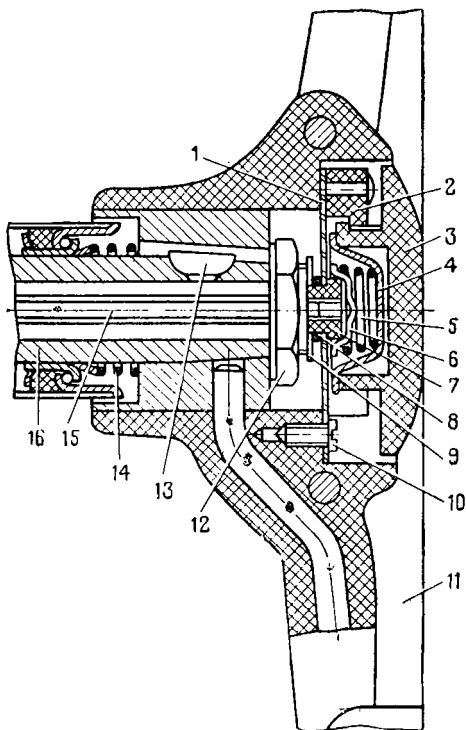

Рис. 9. Кнопка сигнала:
2. Нажать на кнопку 3 (рис. 9) сигнала, повернуть ее направо и снять. Снять контактную чашку 4, пружину 5 и седло 6 пружины.
11. Установить на ось 16 (рис. 9) рулевое колесо 11 так, чтобы паз втулки колеса нашел на шпонку 13, и закрепить гайкой 12.